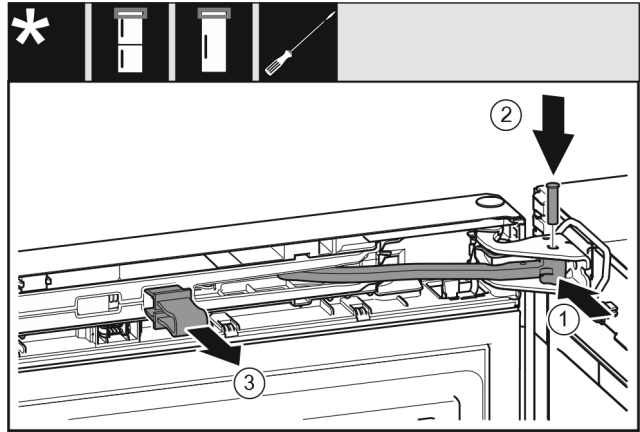

Fig. 25
- ▶ Tourner l'articulation dans le support de palier. Fig. 25 (1)
- ▶ Introduire le boulon dans le support de palier et l'articulation. Veiller à ce que l'ergot d'encliquetage repose correctement dans la rainure. Fig. 25 (2)
- ▶ Enlever l'arrêt. Fig. 25 (3)